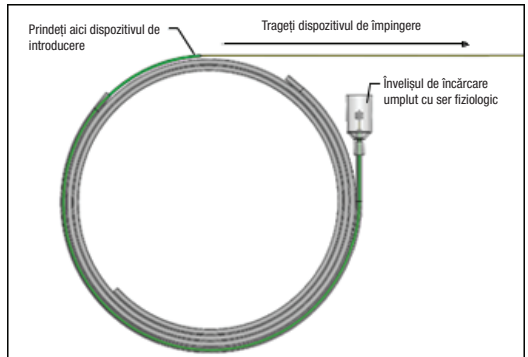

Figura 5 – Trageți dispozitivul de împingere în direcție proximală pentru a retracta implantul
16. Cu o mână fixați dispozitivul verde de introducere, prindeți dispozitivul de împingere și trageți lent proximal, pentru a începe să retractați implantul, consultați figura 5.